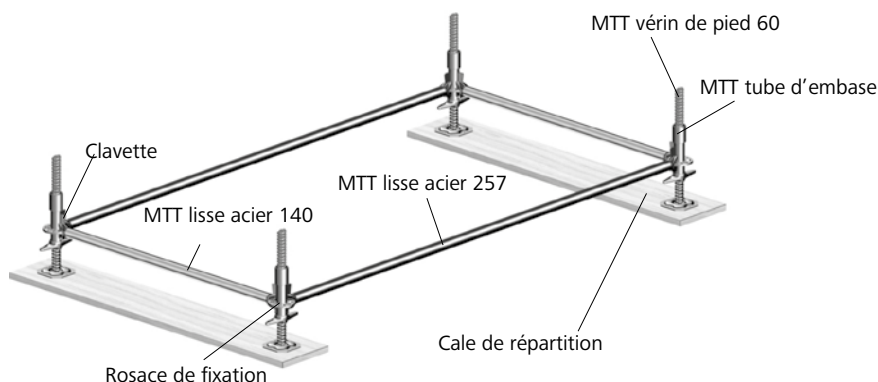

Fig. 9.1
6. Bloquer les clavettes à l'aide d'un marteau (Fig. 9.1).